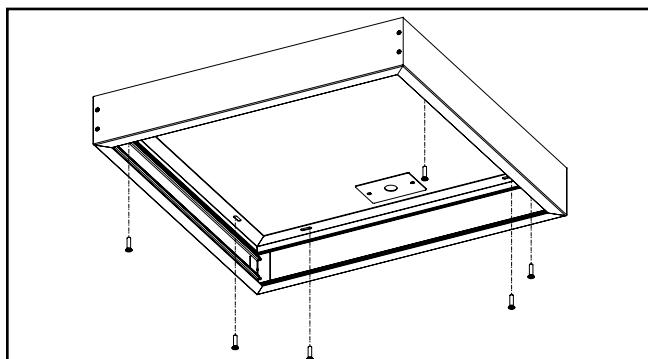

Figura 5.
- A5. Fije la caja al cielo raso con la tornillería correspondientes (no incluida) para asegurar ambos rieles tipo "A" y uno de los rieles tipo "B" a la superficie. Asegúrese de que la caja permanezca cuadrada durante el montaje. El espacio de las ranuras de montaje es de 16 pulgadas de centro a centro. (Figura 5.) 7 pulgadas de centro a centro para riel corto de CGTSURF14.